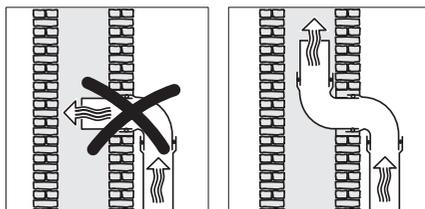

рис. 6.5
• Если вытяжной канал выводится в дымоход, то входной патрубок должен быть изогнутым в направлении потока воздуха (рис. 6.5);